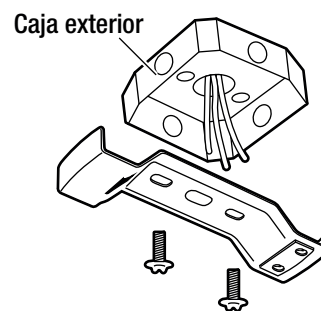

Figura 4
**NOTA:** Puede necesitar un vástago de extensión para mantener un espacio libre de aspa adecuado cuando instale sobre un techo inclinado. El ángulo máximo permisible es de 18° a partir de la horizontal. Si el dosel toca el vástago de extensión, retire la cubierta decorativa del dosel (C) y gire el dosel (B) 180° antes de instalar el dosel (B) al soporte de montaje (A).
- Asegure la barra de soporte a la caja de salida del techo como se muestra en la Figura 4 usando dos tornillos y arandelas (no suministrados). Asegúrese de que la barra de soporte esté nivelada. Puede necesitar insertar arandelas adicionales (no suministradas) entre la caja de salida y la barra de soporte para nivelar.